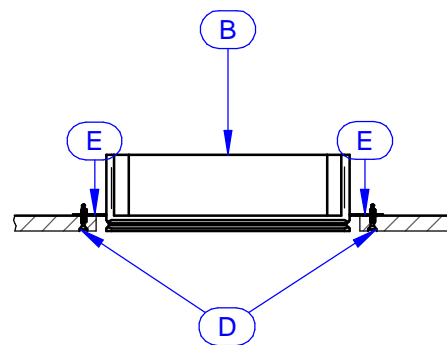
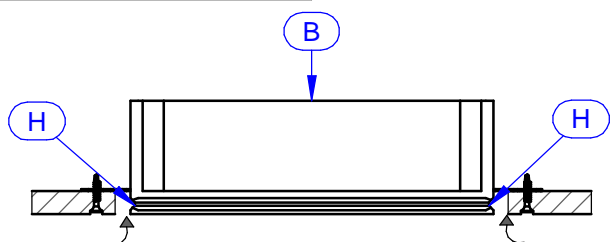
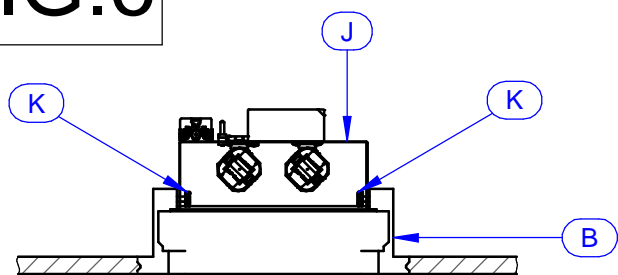

FIG.3
FIG.6
FIG.5
Realizzare il foro a parete seguendo le istruzioni riportate nel foglio d'istruzioni Q1293. Far passare l'alimentazione (A) attraverso l'articolo (B) e collegarla al morsetto del cablaggio rapido (C). Inserire l'articolo (B) nel foro, come riportato in [FIG. 1]. Fissare l'articolo (B) in corrispondenza delle staffe (E) [DETT. 1], mediante le viti (D) [FIG. 2]. È consigliato l'utilizzo di due elementi rigidi (F) per ottenere l'allineamento tra l'articolo e il cartongesso. Dopo aver fissato i due elementi rigidi (F) al cartongesso, bloccare l'articolo (B) on alcuni punti mediante lo stucco (G) [FIG. 3]. Quando l'articolo (B) è bloccato rimuovere i due elementi rigidi (F). Riempire lo spazio tra l'articolo (B) e il cartongesso con stucco [FIG. 4], prestando attenzione che entri nella parte concava (H) dell'articolo (B) [DETT. 2], carteggiare e verniciare. Collegare i due morsetti del cablaggio rapido (C, I) e inserire il kit di alimentazione (J) nel gesso (B) [FIG. 5]. Fissare il kit di alimentazione (J) nel gesso (B) mediante le viti (K) [FIG. 6].
Make hole on wall following instructions on Q1293 sheet. Pass power supply cable (A) through element (B) and connect it to fast wiring clamp (C). Insert element (B) in hole as described in [FIG. 1]. Fix element (B) at points corresponding to brackets (E) [DETT. 1] using screws (D) [FIG. 2]. Align element with plasterboard using two rigid components (F). Fix rigid components (F) onto plasterboard, and then fix element (B) on some points using stucco (G) [FIG. 3]. When element (B) is fixed in place remove rigid components (F). Fill gap between element (B) and plasterboard by applying stucco [FIG. 4] from the hollow side (H) of element (B) [DETT. 2]. Then sand-paper and paint. Connect the two fast wiring clamps (C, I) and insert power supply kit (J) inside element (B) [FIG. 5]. Then fix it using screws (K) [FIG. 6].
Réaliser le trou au mur en suivant les instructions reportées sur la notice Q1293. Faire passer l'alimentation (A) à travers l'article (B) et la raccorder à la borne du câblage rapide (C). Insérer l'article (B) dans le trou, comme indiqué sur la [FIG. 1]. Fixer l'article (B) en correspondance des étriers (E) [DETT. 1], moyennant les vis (D) [FIG. 2]. Il est conseillé d'utiliser deux éléments rigides (F) pour obtenir l'alignement entre l'article et le Placoplatre. Après avoir fixé les deux éléments rigides (F) au Placoplatre, bloquer l'article (B) avec quelques points à l'aide du stuc (G) [FIG. 3]. Quand l'article (B) est bloqué, enlever les deux éléments rigides (F). Remplir l'espace entre l'article (B) et le Placoplatre avec du stuc [FIG. 4], en s'assurant qu'il entre dans la partie concave (H) de l'article (B) [DETT.2], poncer et laquer. Connecter les deux bornes du câblage rapide (C, I) et insérer le kit d'alimentation (J) dans le plâtre (B) [FIG. 5]. Fixer le kit d'alimentation (J) dans le plâtre (B) moyennant les vis (K) [FIG. 6].
Aconsejamos usar dos elementos rígidos (F) para alinear el artículo y el cartón-yeso. Después de fijar los dos elementos rígidos (F) en el cartón yeso, bloquee el artículo (B) en unos puntos mediante la masilla (G) [FIG. 3]. Cuando el artículo (B) esté bloqueado, quite los dos elementos rígidos (F). Rellene el espacio entre el artículo (B) y el cartón-yeso con masilla [FIG. 4], tenga cuidado de que entre en la parte cóncava (H) del artículo (B) [DETT. 2], lije y pinte. Conecte los dos bornes del cableado rápido (C, I) e introduzca el kit de alimentación (J) en el yeso (B) [FIG. 5]. Fije el kit de alimentación (J) en el yeso (B) mediante los tornillos (K) [FIG. 6].
Fügen Sie eine Vertiefung in der Wand ein, indem Sie den Anweisungen auf der Anleitung Q1293 folgen. Ziehen Sie den Anschluss (A) durch die Vorrichtung (B) durch und stecken Sie an die Klemme der Schnellverkabelung (C) an. Die Vorrichtung (B) in die Vertiefung einfügen, so wie in [FIG. 1] abgebildet. Befestigen Sie die Vorrichtung (B) auf der Höhe der Bügel (E) [DETT. 1] mittels Schrauben (D) [FIG. 2]. Es wird empfohlen zwei feste Teile (F) zu verwenden, um eine Ausrichtung zwischen Vorrichtung und Gipsplatte zu erlangen. Nachdem die zwei festen Teile (F) an der Gipsplatte befestigt wurden, blockieren Sie die Vorrichtung (B) an einigen Punkten mittels Gipsmörtel (G) [FIG. 3]. Sobald die Vorrichtung (B) blockiert wurde, entfernen Sie die zwei festen Elemente (F). Füllen Sie den Freiraum zwischen der Vorrichtung (B) und der Gipsplatte mit Gipsmörtel [FIG. 4] und achten Sie dabei darauf, dass dieser in die hohle Seite (H) der Vorrichtung (B) [DETT. 1] eingefügt wird, schleifen Sie die Seite ab und lackieren sie. Verbinden Sie die zwei Klemmen der Schnellverkabelung (C, I) und fügen den Anschlusssatz (J) in den Gips (B) ein [FIG. 5]. Fixieren Sie den Anschlusssatz (J) im Gips (B) mittels Schrauben (K) [FIG. 6].